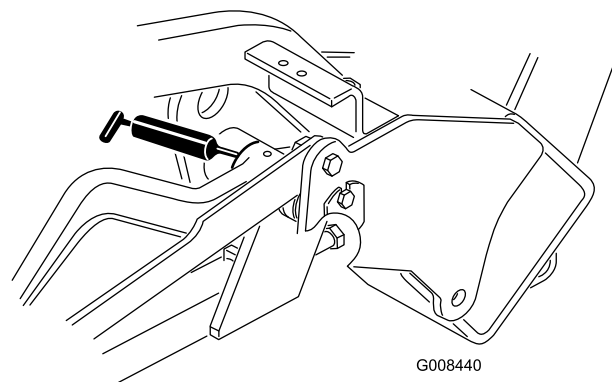

Рисунок 35
- Подъемные рычаги (3) (Рисунок 35)